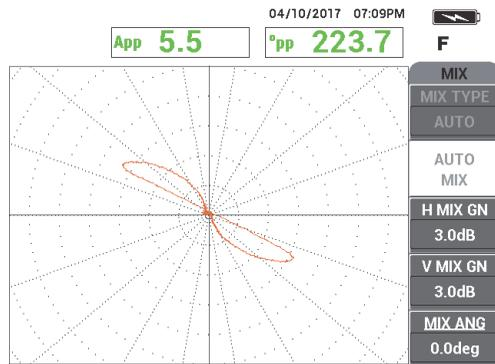

Figura 5-171 Señal proveniente de la perforación transversal de pared después de seleccionar la función AUTO MIX
7. Escanee lentamente solo la perforación transversal de pared de 1,3 mm; después, pulse el conmutador de pedal ERASE (suprimir) para borrar la pantalla de ser necesario. Cuando la señal completa de la perforación es visible en la pantalla del NORTEC 600, pulse la tecla FREEZE (❄) [vea la Figura 5-171 en la página 270].